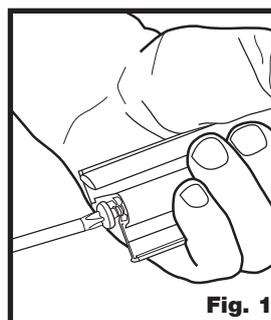

Fig. 1
Sobre una superficie limpia y plana (se recomienda cartón o una manta para mudanza para proteger el acabado de rayaduras), coloca la **jamba del travesaño superior (A)**, la **jamba del lado de las bisagras (B)** y la **jamba del lado de la cerradura (D)** en su posición. Ensambla el marco con tornillos núm. 14x3/4" (K). Instala un tornillo en la parte superior de cada jamba lateral permitiendo que el tornillo sobresalga 3.2 mm (Fig. 1).